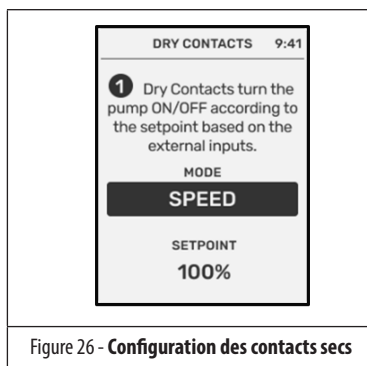

Figure 26 - Configuration des contacts secs
- Mode Speed : réglable dans la limite des points de consigne de vitesse minimale et maximale (%) configurés (Fig. 26).